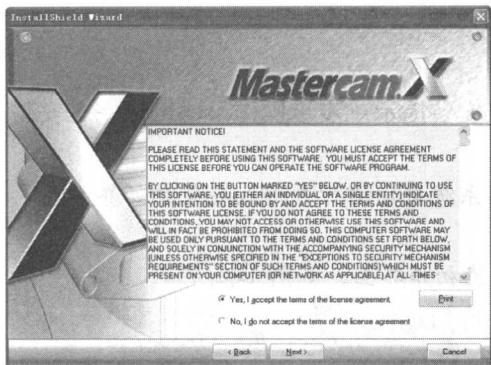

图1-5
4. 单击 **Next >** 按钮出现安装界面 2，并选择 **【Yes, I accept the terms of the license agreement】** 选项，如图 1-5 所示。